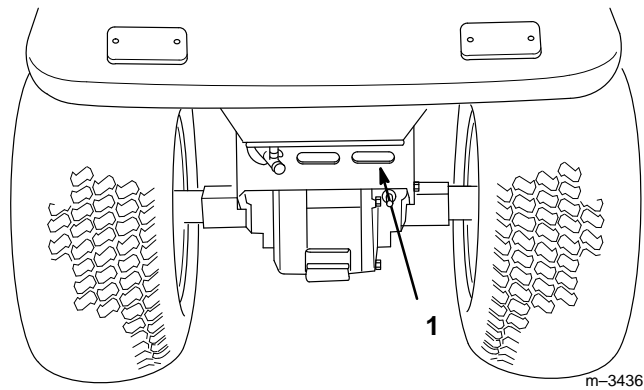

Figure 11
6. Le capot de la boîte-pont arrière joue un rôle de prise d'air pour le refroidissement de la transmission. Le débarrasser des débris avant toute utilisation du tracteur (Fig. 11).